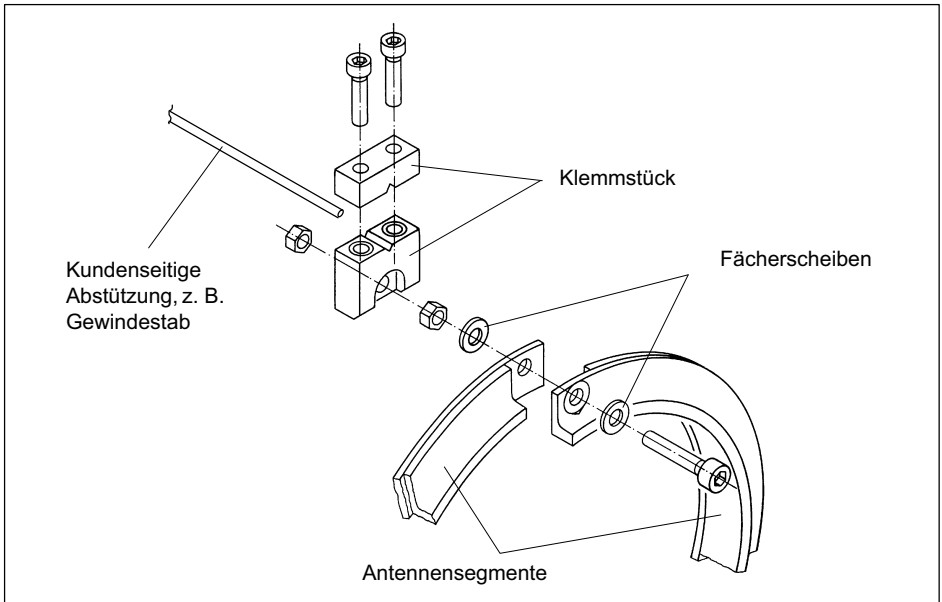

Abb. 6.7 Montage des Klemmstücks
2. Befestigen Sie das Klemmstück mit der beigelegten Verschraubung nach *Abb. 6.7*. Verwenden Sie unbedingt die neuen Fächerscheiben!